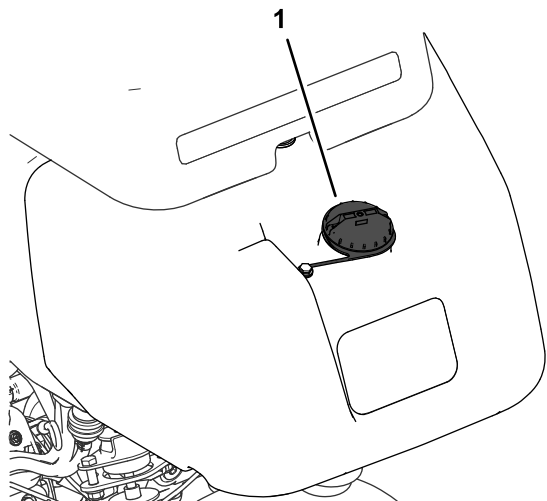

Bild 27
1. Reinigen Sie den Bereich um den Tankdeckel und nehmen Sie den Deckel ab (Bild 27).